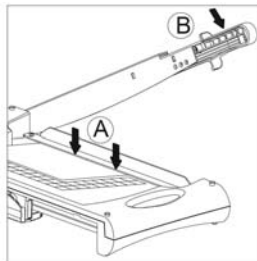

Bild 2
- 4 Legen Sie das zu schneidende Material an die gewünschte Position unter die Andruckleiste und drücken Sie diese nach unten (Bild 2, A).
- 5 Drücken Sie den Hebel zum Schneiden nach unten (Bild 2, B).